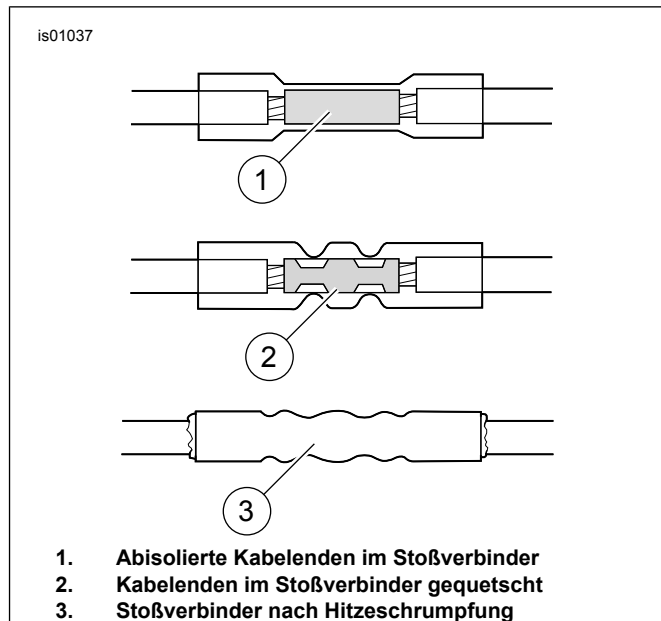

Abbildung 12. Versiegelte Stoßverbinderanschlüsse
3. Siehe Abbildung 12. Bei jeder Verspleißung die Kabelenden wie abgebildet in den Stoßverbinder einführen.